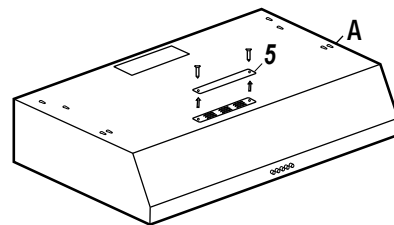

Fig.12
- Si vous avez une ventilation intérieur, dévisser les deux vis qui retiennent le couvercle (5) et enlever le couvercle comme sur la Fig. 12. NE PAS ENLEVER AUCUNE AUTRE PIÈCE.